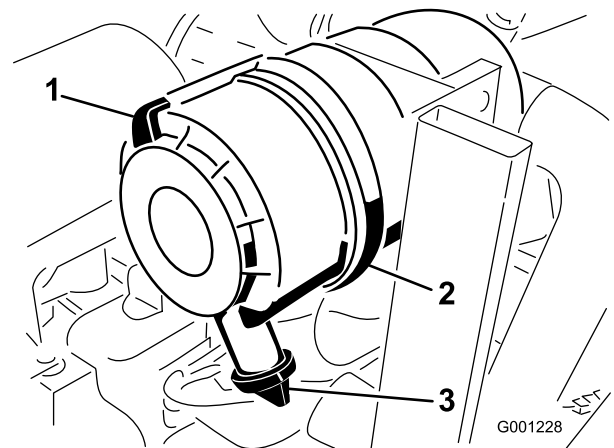

Figura 47
1. Puxe o trinco para fora e rode a cobertura do filtro de ar no sentido contrário ao dos ponteiros do relógio (Figura 47).
2. Retire a cobertura do corpo do filtro de ar (Figura 47).
8. Instale a tampa orientando a válvula de saída de borracha para uma posição descendente – entre cerca de 5:00 a 7:00 quando vista da extremidade (Figura 47).